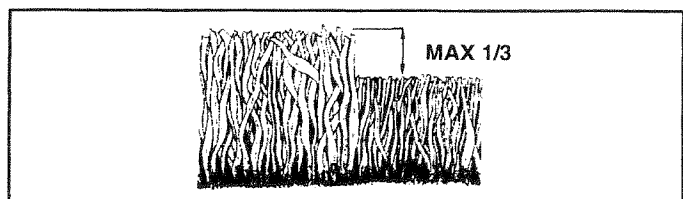

FIG. 11
- Para obtener los mejores resultados, ajuste la altura del corte de la segadora de modo que ésta corte solamente el tercio superior de las hojas de césped (Vea la Fig. 11). Para un acolchamiento muy pesado, reduzca el ancho del corte solapando el lugar anteriormente cortado y siegue lentamente.